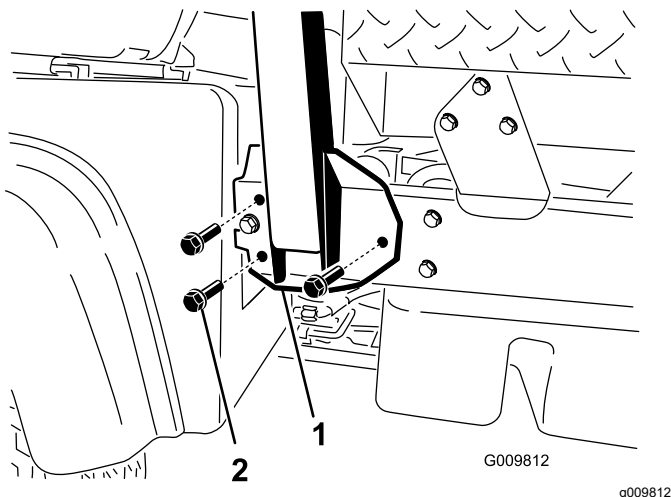

Figura 4
2. Aliniați fiecare parte a barei antiruliu cu orificiile de montare de pe fiecare parte a cadrului mainii (Figura 4).
3. Fixați suportul de montare a barei antiruliu pe cadrul mainii utilizând 3 uruburi cu guler ($\frac{1}{2} \times 1\frac{1}{4}$ ") pe fiecare parte (Figura 4).